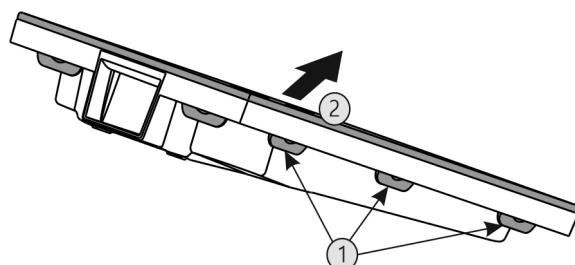

Fig. 52
- Vse spone Fig. 52 (1) pritisnite drugo za drugo in odstranite pokrov Fig. 52 (2).